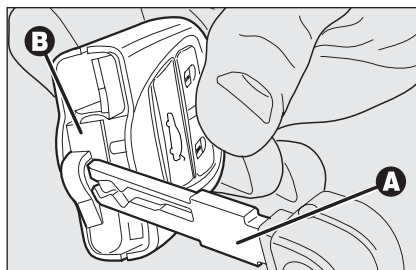

fig. 10
- défiler le petit tiroir **B-fig. 10** (rouge) inséré à pression en faisant levier avec la tige métallique **A** de la clé électronique dans le point indiqué sur la figure;